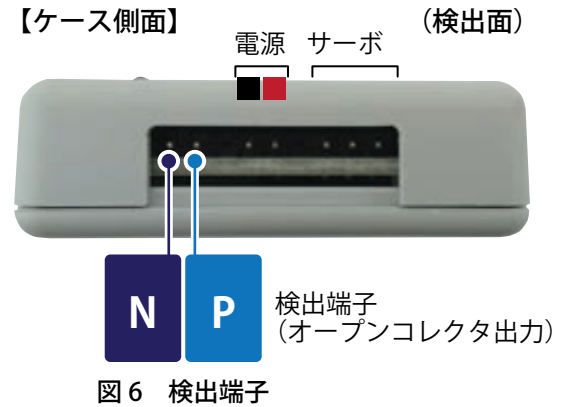

図 6 検出端子
- ・検出端子の位置を図 6 に示します。端子 [P] [N] はフォトカプラの出力トランジスタに接続されています。検出時にこのトランジスタはONになり、手のひらが離れるまでONを維持します。